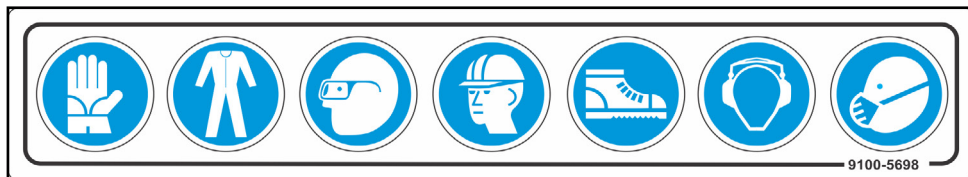

Figura 26
- Sempre que tiver que fazer manutenção, utilize os equipamentos de segurança EPI's indicados no manual (Figura 26).